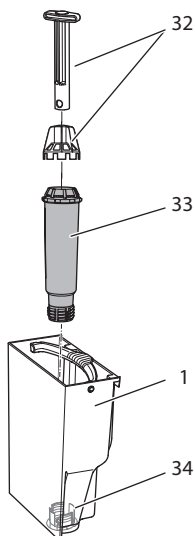

Рис. 19: Завинчивание и отвинчивание фильтра для воды
- Снимите фильтр для воды (см. Рис. 19 на стр. 284).
9. Вставьте новый фильтр в контейнер для воды (см. *Рис. 19*).
3. Извлеките фильтр для воды (см. *Рис. 19*).